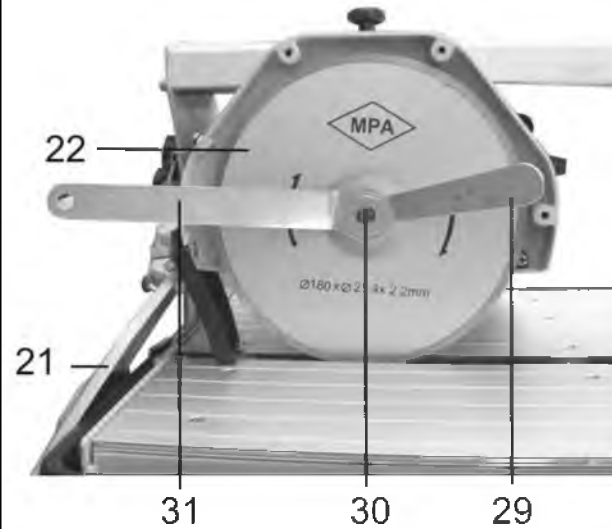

Рис. 8
11.3.3. Во время резки на отрезной диск (22) должна подаваться вода для обеспечения смазки и охлаждения отрезного диска (22). Если вода не поступает, проверьте насос и уровень воды в поддоне (2).
12. ЗАМЕНА ОТРЕЗНОГО ДИСКА (Рис.8)